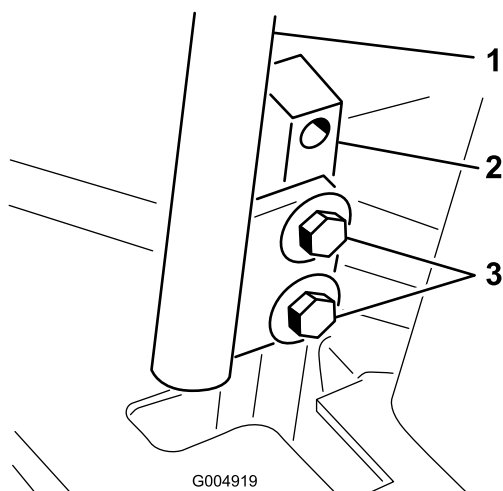

Figure 61
3. Desserrez les boulons de fixation des leviers de commande (Figure 61).